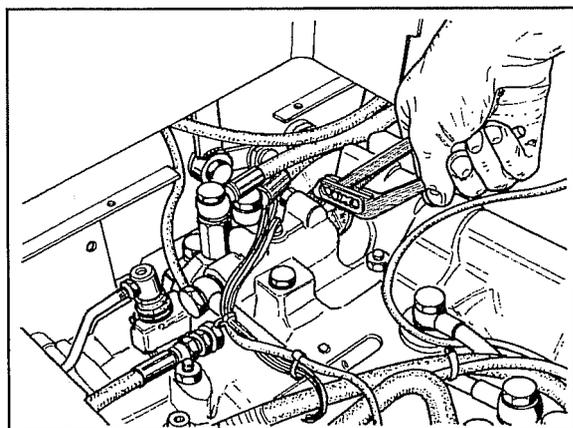
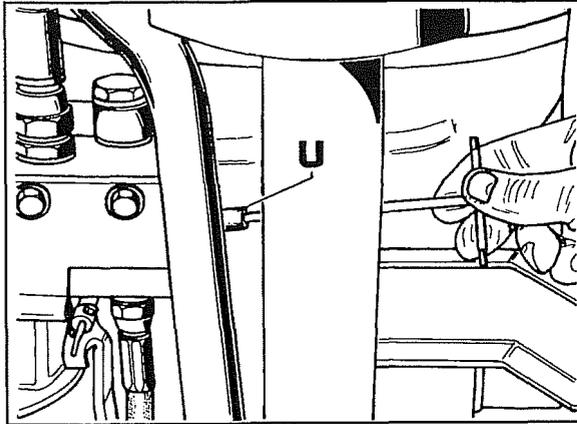

Fig. 24
Fig. 25
- a. Après avoir enlevé la protection en la dévissant, actionner la vis de réglage de la pression du support distributeurs comme le montre la fig. 24, si le manomètre ne se remet pas à la pression de service, il faut agir sur la commande de la soupape prioritaire (**U** fig.25) pour rétablir la valeur, puis la bloquer.
- b. Une fois obtenus 150 bar sur le manomètre, agir de nouveau sur la vis de réglage de la pression du support des distributeurs fig.24 jusqu'à abaisser la valeur au-dessous de 150 bar.